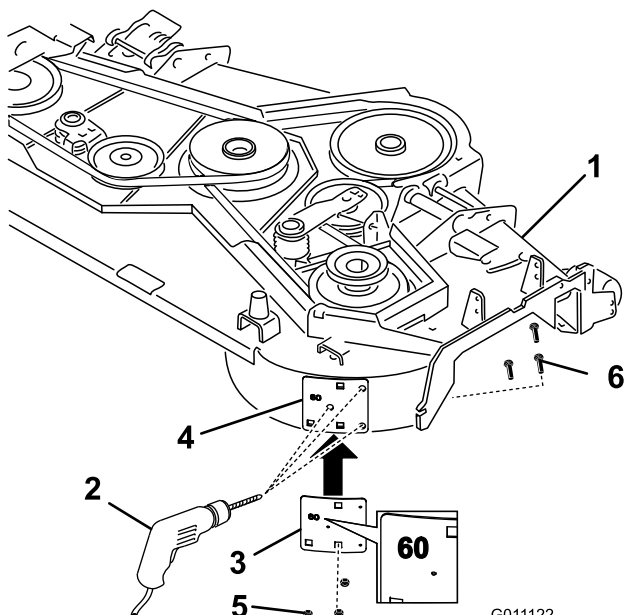

Figura 5
1. Instale o modelo de metal, com o número 60, na plataforma do cortador com os parafusos e porcas previamente removidos utilizando os orifícios existentes na plataforma do cortador (Figura 5).
2. Marque o centro dos novos locais dos orifícios da plataforma do cortador utilizando os três orifícios no modelo (Figura 5).
3. Remova o modelo de metal e perfure três orifícios guia, de 1/8 pol. de diâmetro, com uma broca afiada (Figura 5).
4. Perfure três orifícios, 13/32 polegadas de diâmetro, nos orifícios guia com uma broca afiada (Figura 5).